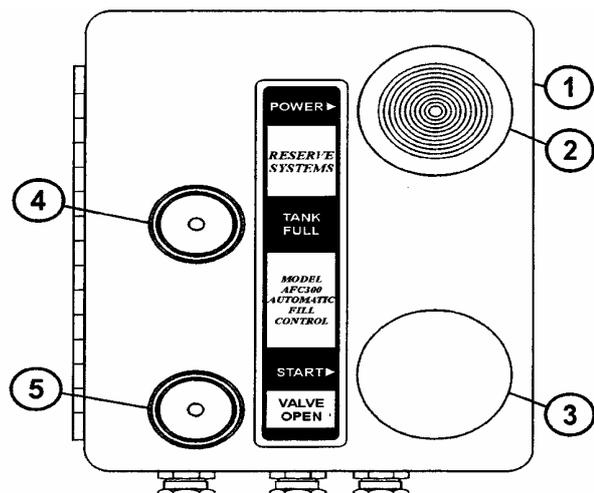

FIGURA 2-1. PANEL DE CONTROL
2. Tire el interruptor (2, Figura 2-1) para accionar el sistema.
3. Presione el interruptor de partida (3). La luz “VÁLVULA ABIERTA” (5) se debe encender y comenzará el proceso de llenado.
4. Cuando el estanque esté lleno, la luz “VÁLVULA ABIERTA” se apagará y la luz “FULL” (LLENO) (4) se encenderá.
6. Presione y mantenga presionado el interruptor de partida (3) por algunos segundos.
8. Presione el interruptor (2) para desactivar el sistema.
4. MOTOR –  a. Revise el nivel del aceite en la varilla de medición. Consulte el manual del motor para las recomendaciones de aceite (Clave de Lubricante "A").  NOTA: Si el camión está equipado con un estanque de aceite de motor de reserva, el aceite se debe ver en el visor del centro (en el medio). En caso contrario, agregue aceite al estanque de reserva hasta que se vea en el visor superior. Además, con el motor funcionando, revise la operación de la luz indicadora de LED. Vea a continuación la descripción de señales de la luz de LED. Consulte la Figura 2-1.  Señales de Luz de LED: <ul style="list-style-type: none"> <li>• Fija – La bomba 1 está extrayendo aceite del cárter del sumidero del motor y reduciendo el nivel de aceite.</li> <li>• Destello regular – La bomba 2 está devolviendo aceite al sumidero del motor y aumentando el nivel de aceite.</li> <li>• Destello irregular – El aceite está en el nivel de funcionamiento correcto</li> </ul> b. Revise la tubería de escape por seguridad c. Revise por si hubiera ruidos anormales y filtraciones de fluido d. Filtro Eliminator – Revise el indicador de operación